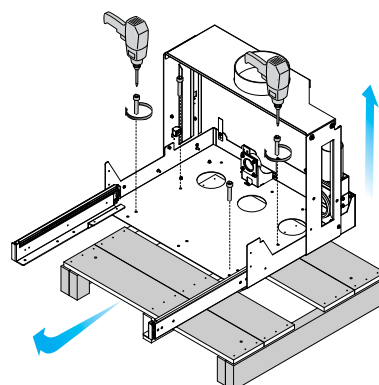

Fig. 6.1.6
7. Retirer les vis de fixation de la palette de la base et retirer la palette (Fig. 6.1.6).